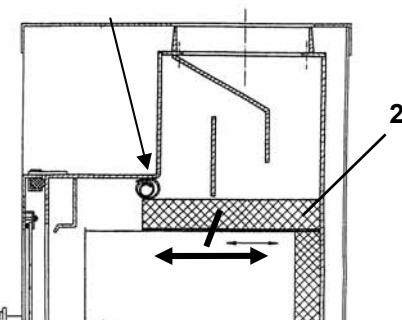

Fig. 6
- Prima di procedere all'accensione rimuovere il materiale di imballaggio del parafiamma sopra il focolare ed eventualmente anche il nastro adesivo del vetro senza lasciare residui (fig. 6).
Un buon utilizzo dell'apparecchio associato ad un'accurata pulizia e manutenzione garantiscono la stabilità dei valori e una lunga durata nel tempo dell' apparecchio. Ciò consente di risparmiare preziose risorse, rispettare l'ambiente ed evitare ulteriori spese. Per procedere alla pulizia tirare in avanti il parafiamma (fig. 6, n° 2). In questo modo è possibile pulire il giro fumi dall'interno o, rimuovendo il tubo di scarico, dall'alto.
Al termine dell'operazione di pulizia reinserire il parafiamma (fig. 6) nella posizione iniziale.